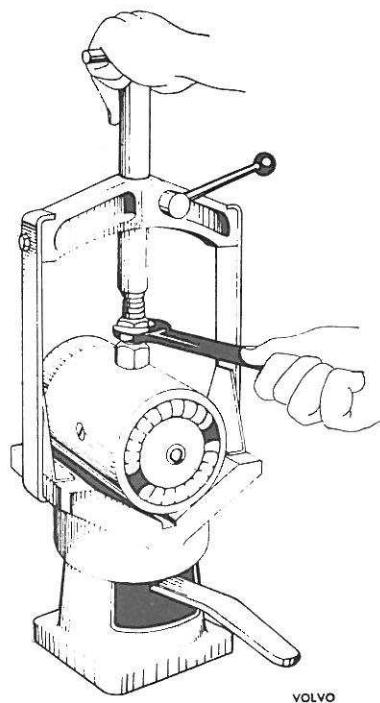

Fig. 3-17. Appareil de démontage d'enroulements d'excitation
3. Ensuite, placer la carcasse de démarreur dans l'appareil Bosch EFAW 9 montré sur la fig. 3-17 ou bien un appareil similaire, et enlever les vis polaires.